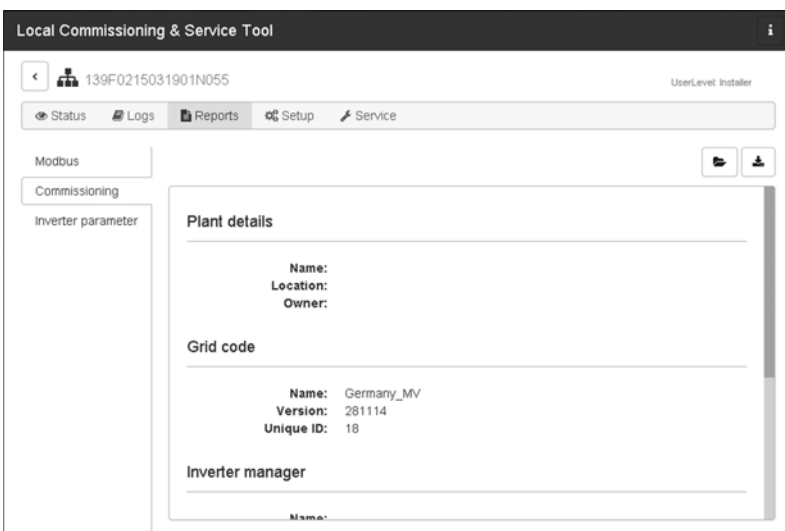

Figure 5.9 LCS-Tool - Rapport de mise en service
13. Lors de la mise en service, il est possible de télécharger un rapport de mise en service dans le menu « **Reports** ». Le rapport contient toutes les informations concernant les réglages des onduleurs, y compris les valeurs de déconnexion définies pour chaque onduleur. Le symbole Classeur, dans le menu **Reports**, permet d'ouvrir un répertoire des rapports de mise en service (y compris les informations de code réseau). Voir figure 5.9.